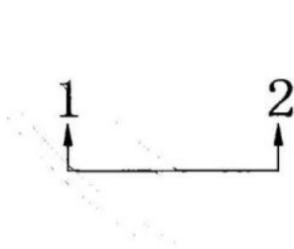
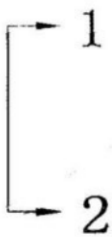

图 3 断面向北
图 4 断面向东
- c) 断面用数字或字母表示,编号不能重复,应按图 3、图 4 的方式标注。